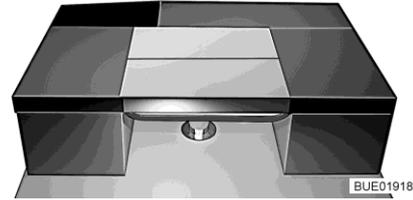

Bild 164 Nach dem Umbau
- Das Rückenpolster der Sitzbank quer auf den Tisch legen (siehe Bild 164).